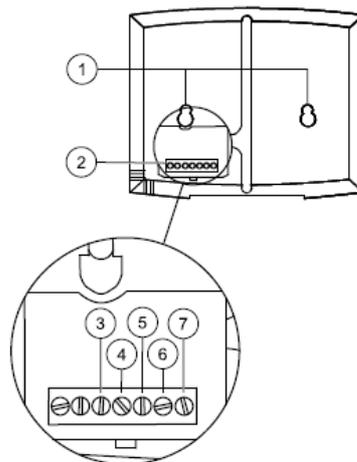

Figura 17 Collegamenti pannello di controllo
Il pannello di controllo viene consegnato collegato all'unità di controllo Corrigo situata nel quadro elettrico. La lunghezza dei cavi è 10 m. Nel caso in cui il pannello di controllo dovesse essere scollegato dal cavo di segnale è possibile scollegare i fili sul retro del pannello di controllo (figura 17).
Se necessario realizzare 2 buchi nel muro per appendere il pannello di controllo. (distanza tra buchi 60 mm) (pos.1, Figura 17)